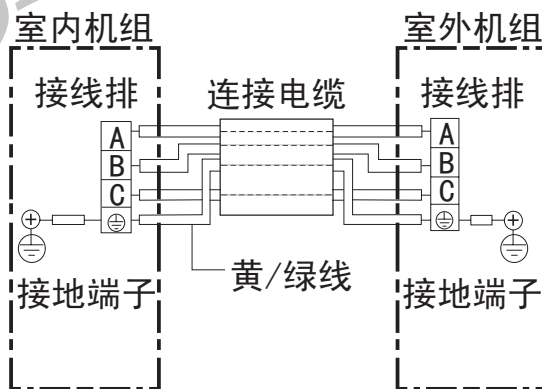

图13
(1) 用附件 ⑧ 连接电缆按接线图13要求正确地连接室内外机组，绝对不可连接错误。
(2) 连接电缆必须用室内外机组上的电线压板压紧。
- 接地线必须根据图13所示用连接电缆中黄/绿色导线接至带有“⊕”标记的接线端子上。